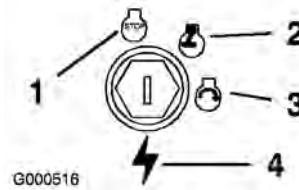

Bild 10
- Drehen Sie den Zündschlüssel auf „Aus“ (Bild 10).